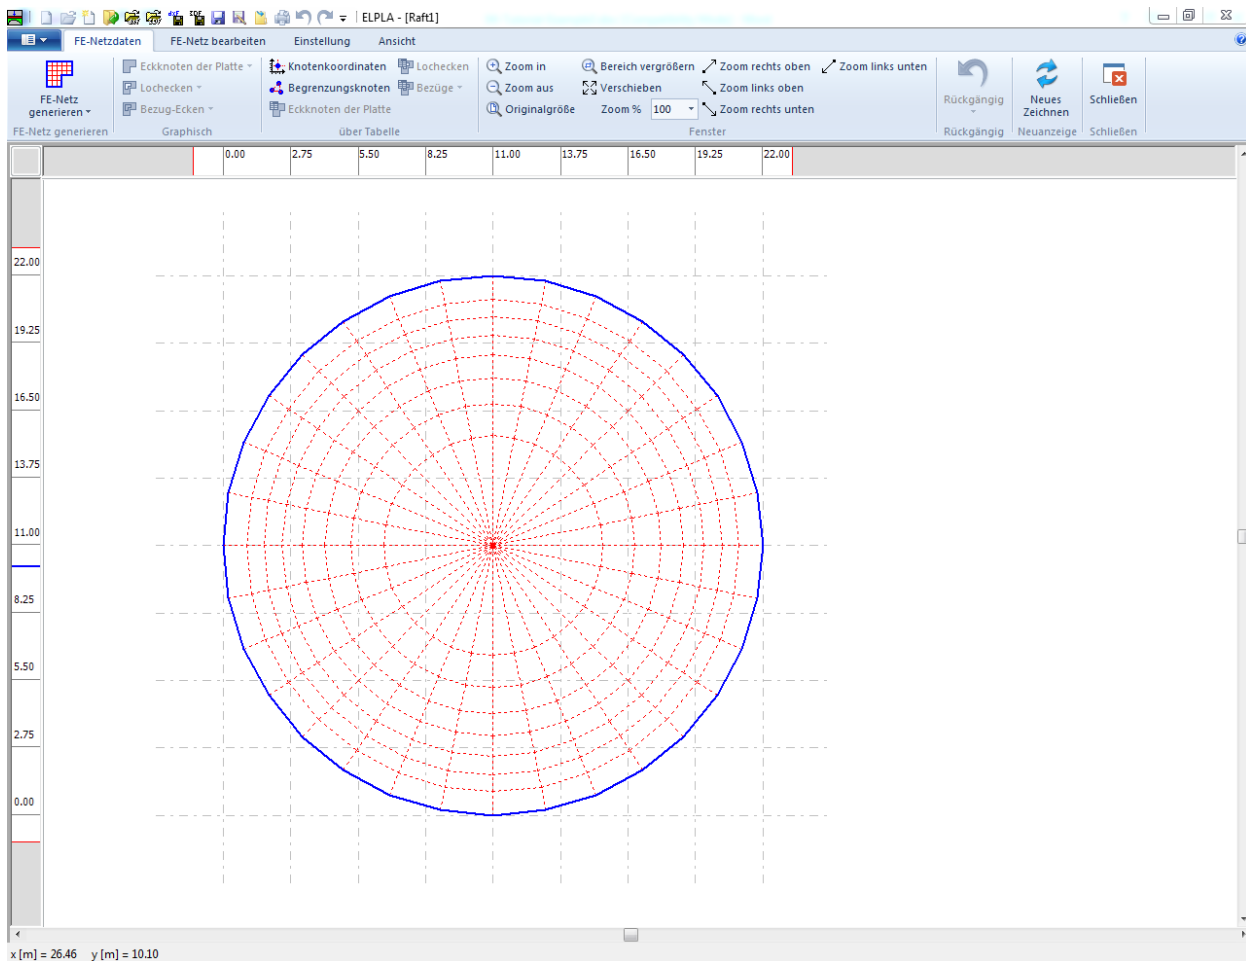

Bild 3.11 Generiertes FE-Netz auf dem Bildschirm
ELPLA generiert ein geeignetes FE-Netz für die kreisförmige Platte von 22 [m] Durchmesser mit 8 kreisförmigen Teilungen. Das folgende Fenster im Bild 3.11 erscheint mit dem generierten Netz.
- Wählen Sie den Befehl "Speichern" aus dem "Datei"-Menü im Bild 3.11, um die FE-Netzdaten zu speichern
- Wählen Sie "Schließen" aus dem "Datei"-Menü im Bild 3.11, um das Fenster "FE-Netzdaten" zu schließen und zum Hauptfenster des Programms *ELPLA* zurückzukehren